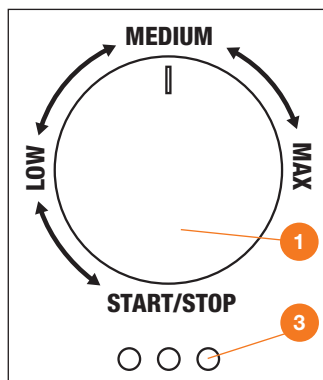
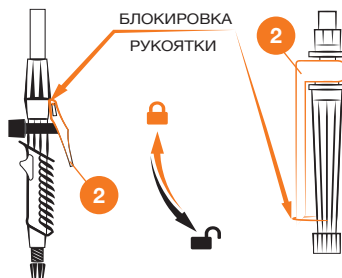

Рис. 23
Рис. 24
Заполните бак раствором. Установите аккумулятор. Включите опрыскиватель, повернув регулятор ① из положения «START/STOP» в положение **LOW**, **MEDIUM** или **MAX** (Рис. 23).
В случае, если требуется распылять жидкость непрерывно, нажмите на рукоятку управления ② и зафиксируйте ее (Рис. 24). Чтобы закончить процесс опрыскивания, отпустите рукоятку управления и поверните регулятор ① в положение «START/STOP» (Рис. 23), извлеките аккумулятор.
При необходимости смены режима работы, например при подаче моющего раствора или обработки растений с минимальным распылением, переведите регулятор ① на необходимый уровень расхода **LOW-MEDIUM-MAX** (Рис. 23).
Уровень заряда аккумулятора отображается светодиодами **3** (Рис. 23) на корпусе опрыскивателя: